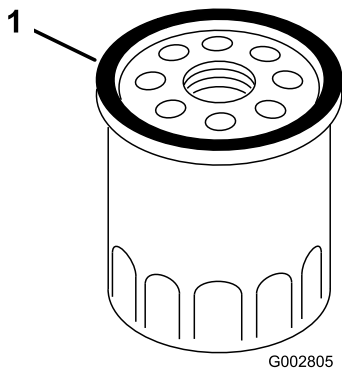

Figura 31
7. Usando el dedo, unte la junta del filtro nuevo con aceite (Figura 31).